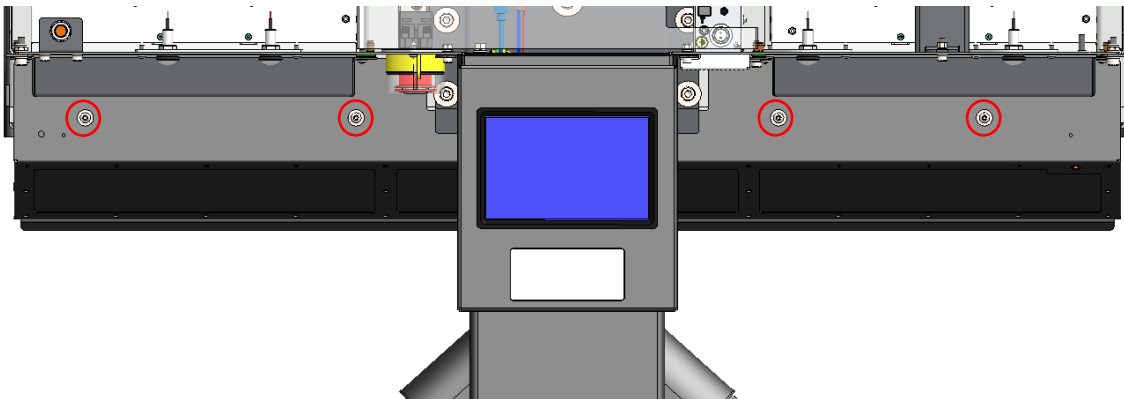

Рисунок 5.8. Расположение винтов на передней части станции
1. Изъять 4 винта из передней части станции (рис. 5.8).